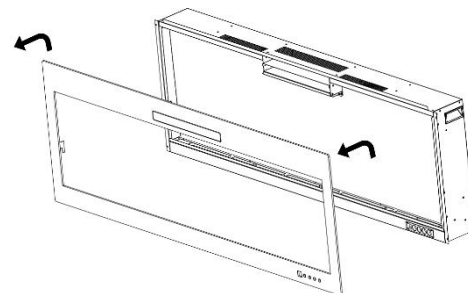

Abb. 2-2
B. Entfernen Sie die beiden Halterungen und legen Sie sie beiseite. (**Abb. 2-2**)